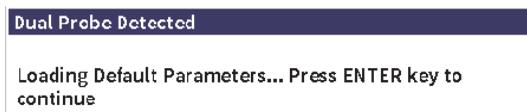

図 11-33 プロブ検出ダイアログボックス
Evident 厚さ計の二振動子型探触子が EPOCH 6LT に接続されている場合、Enter キーを押して続行するよう促すダイアログボックスが表示されます（218 ページの図 11-33 参照）。
9. 中心ピンのない探触子をしようする場合は、腐食検査用モジュールを有効にした後、**探触子設定**ページでプローブを選択します (218 ページの図 11-33 参照)。